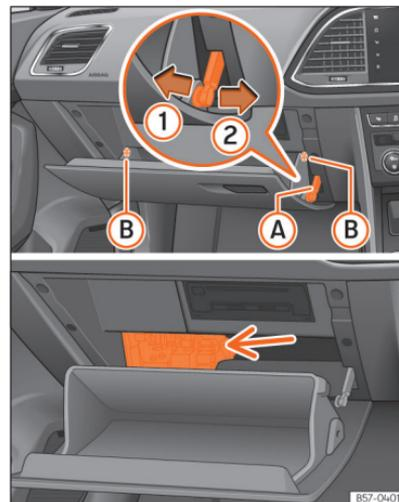

Fig. 199 Veículos com volante à direita: tampa da caixa de fusíveis do painel de instrumentos, no lado do passageiro.
- Desmonte o travão de abertura »» Fig. 199